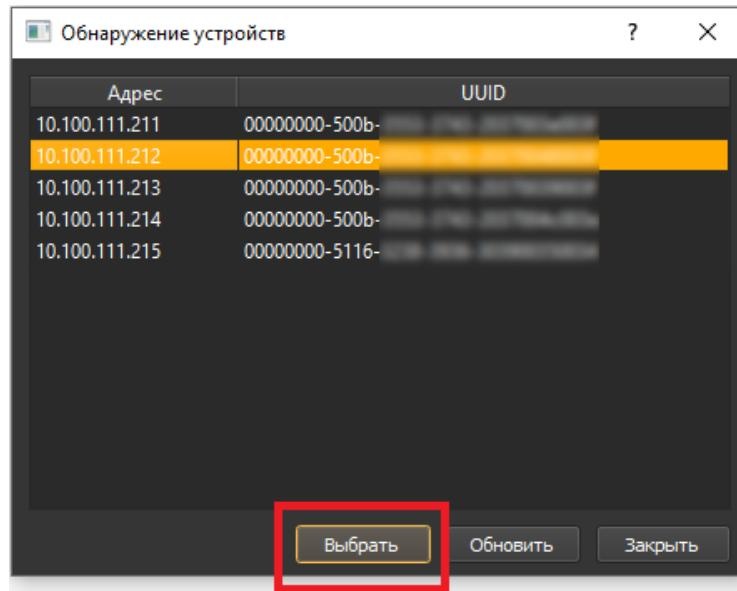

Рисунок 15.
- В открывшемся окне выбрать адрес требуемого контроллера и нажать «Выбрать» см. рис. 15.